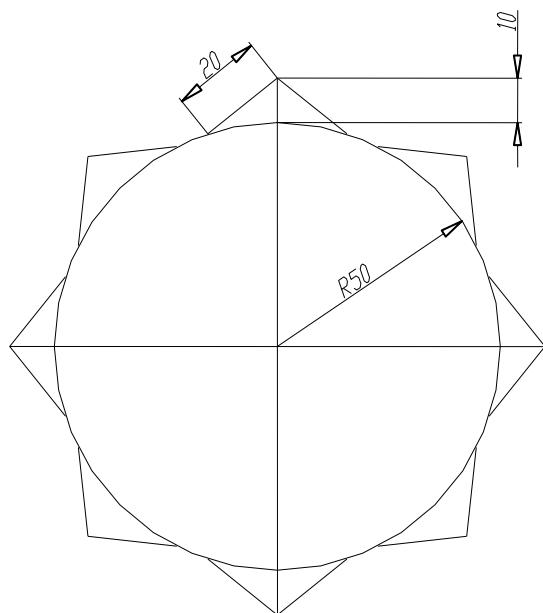

Рисунок 3.3 – Поясняющий
- 3 Построить фигуру (рисунок 3.3).